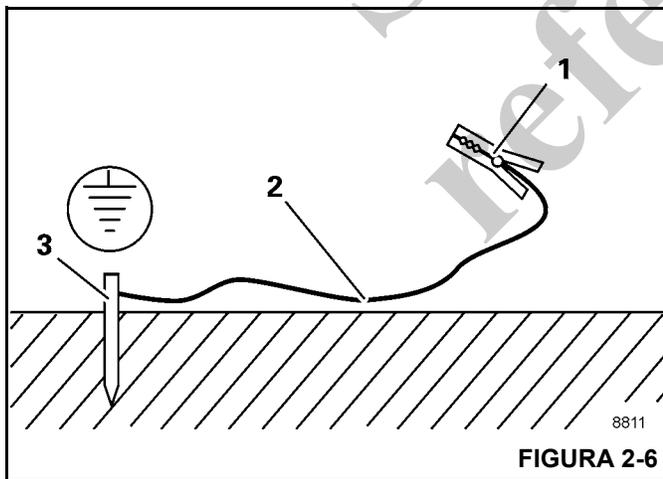

FIGURA 2-6
1. Entierre una varilla de metal (3, Figura 2-6) (de aproximadamente 2.0 m [6.6 pies] de largo) al menos 1.5 m (5 pies) en el suelo.
2. Humedezca la tierra alrededor de la varilla de metal (3) para obtener una mejor conductividad.
3. Sujete con abrazadera un cable aislado (2) a la varilla metálica (3), sección transversal de por lo menos 16 mm2 (0.025 pulg2).
4. Conecte el extremo libre del cable con una abrazadera (1) a un lugar del marco que sea buen conductor eléctrico.